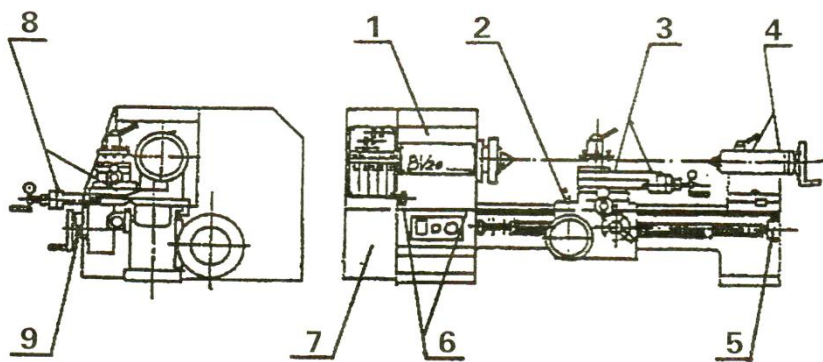

图 9 机床润滑图
6、按本说明书润滑要求（图 9）对各处加油进行充分润滑，
七、机床润滑（参阅图 9）